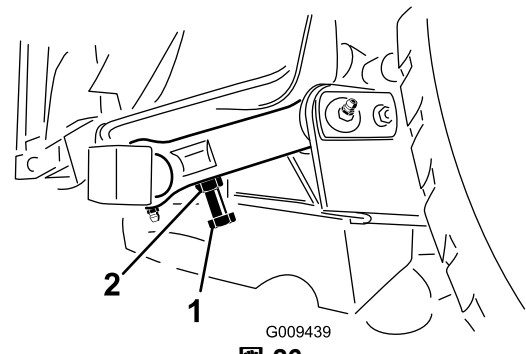

図 26
3. 距離の調整が必要な場合は、刈り込みデッキの後ピボットリンクについている調整ボルトを使用する 図 26。